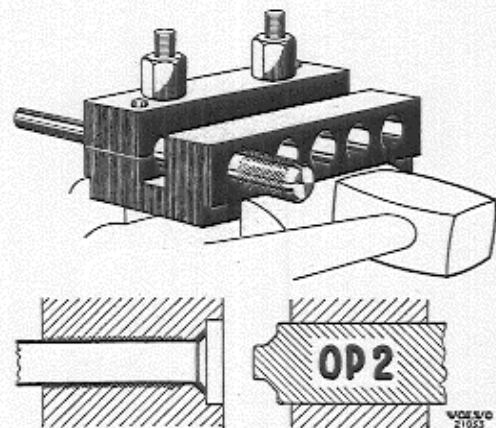

Abb. 57. Bremsleitung umbördeln.
4. Dorn gegen OP 2 (Abb. 57) austauschen und bis zum Anschlag einschlagen.